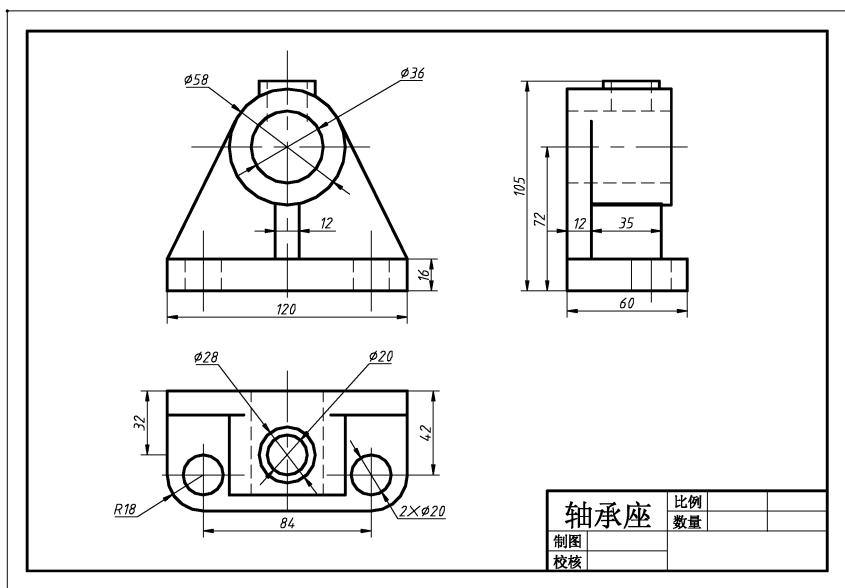

图 6-28 轴承座图样示例
- 3) 绘制如图 6-28 所示的轴承座图样，不标注尺寸。